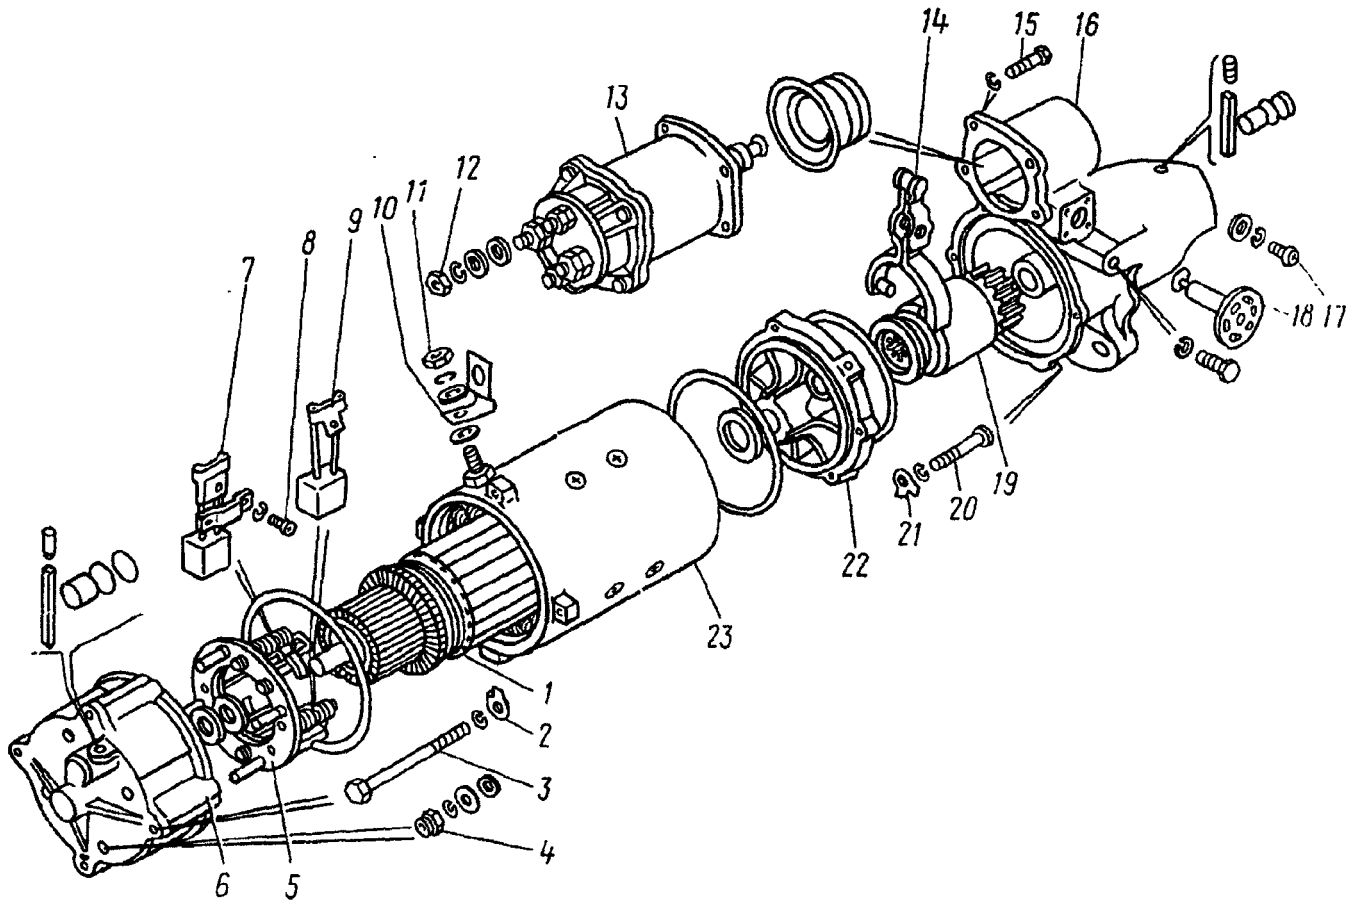

Рис. 362. Стартер СТ142Б:
<p>Разборка стартера</p> <p>1. Закрепите стартер в тисках</p> <p>2. Отвернув гайки 11 и 12 (рис. 362), снимите перемычку 10, соединяющую реле 13 и корпус 23</p> <p>3. Отверните четыре гайки 4 на крышке 6 со стороны коллектора, крепящие траверсу 5</p> <p>4. Отогнув замковые шайбы 2, выверните четыре болта 3 и снимите крышку 6</p> <p>5. Выверните винты 8, крепящие выводы обмотки возбуждения и щеток к траверсе. Снимите щетки 7 и 9 и траверсу 5</p> <p>6. Вывернув два винта 17 из фланца, снимите ось 18 рычага</p>	<p>Тиски</p> <p>Ключ 19 мм</p> <p>Ключ 10 мм</p> <p>Зубило, ключ 8 мм</p> <p>Отвертка</p> <p>*</p>
14. Закрепите корпус 23 стартера (см. рис. 362) в тисках	Тиски